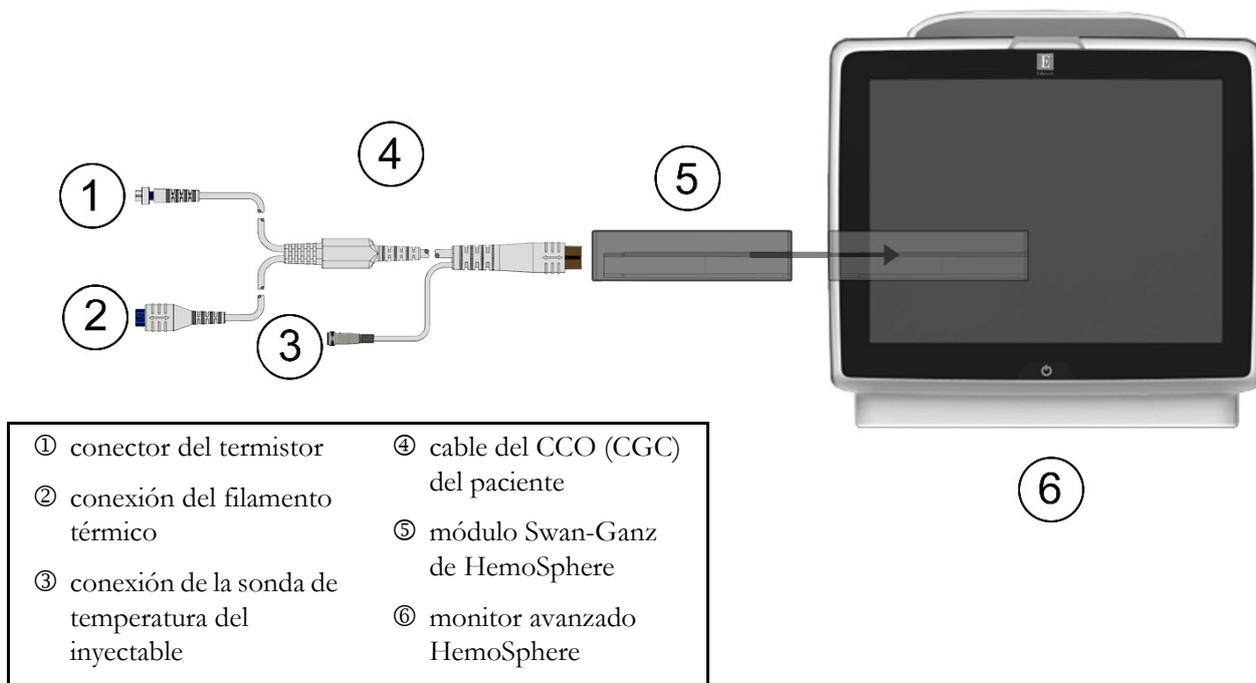

Figura 4-1 Descripción general de la conexión de monitorización mediante el módulo Swan-Ganz de HemoSphere
Consulte la figura 4-1 para obtener información sobre las conexiones de monitorización del módulo Swan-Ganz de HemoSphere.
- 1 Acople el cable del CCO (CGC) del paciente a las conexiones del catéter de CCO (CGC) de Swan-Ganz del termistor ① y del filamento térmico ② (figura 4-1).
- 1 Acople el cable del CCO (CGC) del paciente a la conexión del termistor del catéter Swan-Ganz (①, figura 4-1).
- 2 Conecte la sonda de temperatura del inyectable al conector de la sonda de temperatura del inyectable ③ del cable del CCO (CGC) del paciente. El tipo de sistema del inyectable (en línea o de baño) se detectará automáticamente.
- 1 Acople el cable del CCO (CGC) del paciente a las conexiones del catéter volumétrico de Swan-Ganz del termistor ① y del filamento térmico ② (figura 4-1).